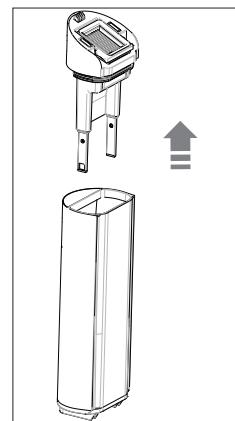

Fig. 9 – Retirada de la tapa
- ▶ Tire del tapón del depósito de agua sucia hacia arriba (véase Fig. 9).